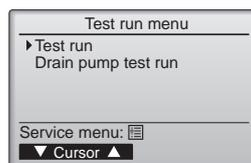

Fig. 7-4
- 4 С помощью кнопки [F1] или [F2] выберите пункт "Test run" (Тестовый прогон) и нажмите кнопку [✓]. (Fig. 7-4)